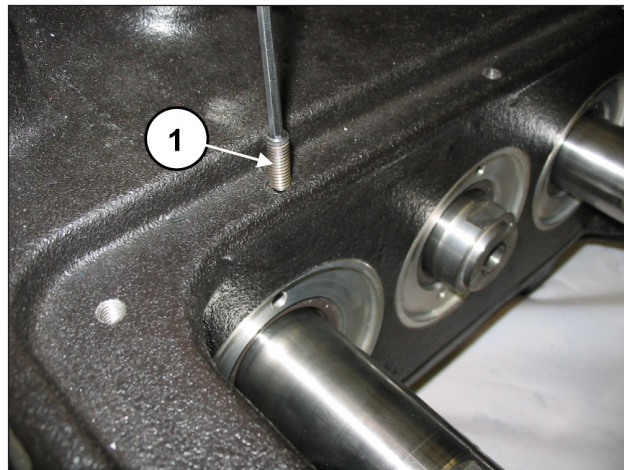

Рис. 3
Открутите крепежные штифты М6 трех крышек сальника (поз. ①, Рис. 3).